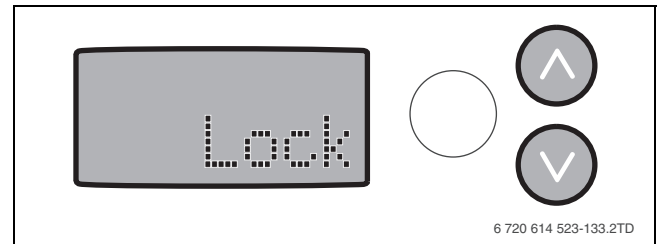

Fig. 40 Afășaj - Lock
- ▶ Pe afășaj apare timp de 5 secunde cuvântul „Lock“ (→ fig. 40). Meniul de informații poate fi în continuare citit.